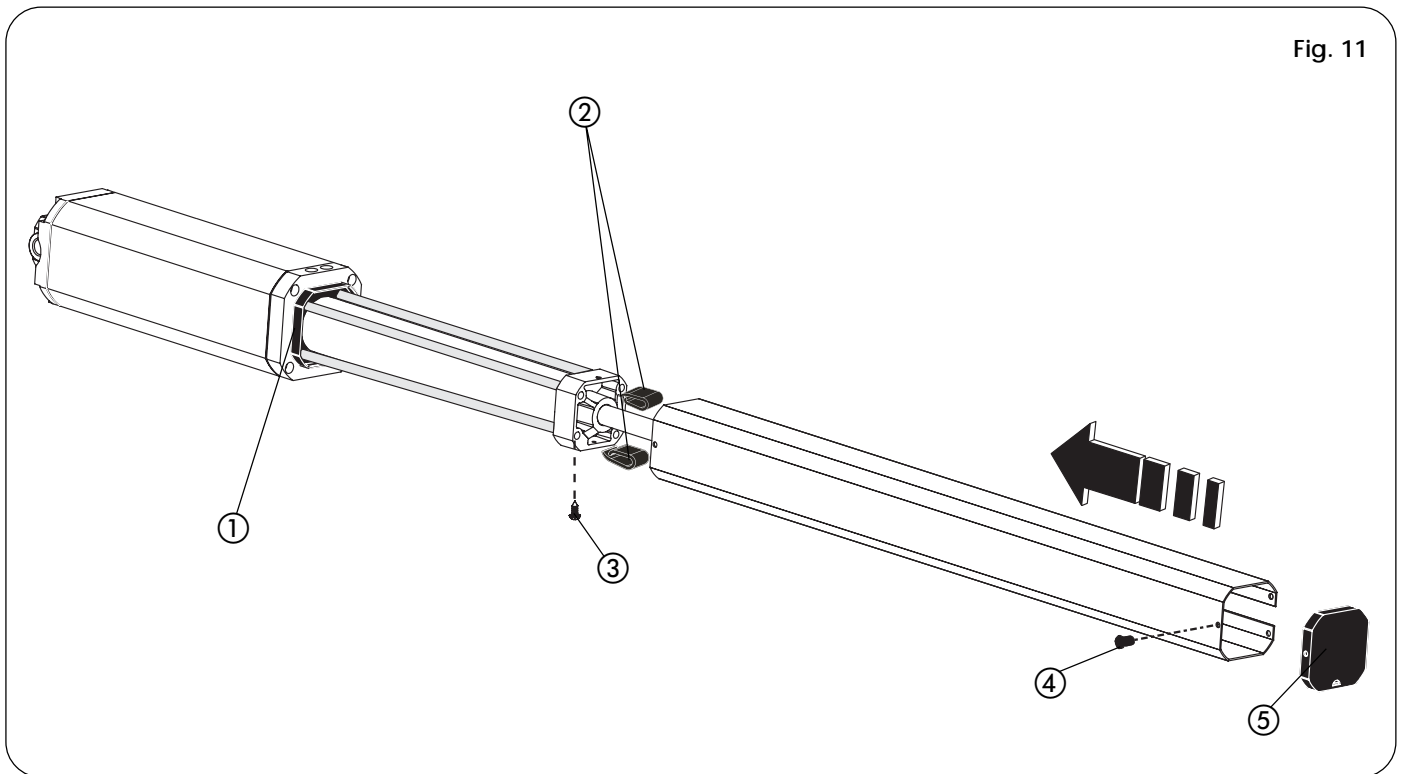
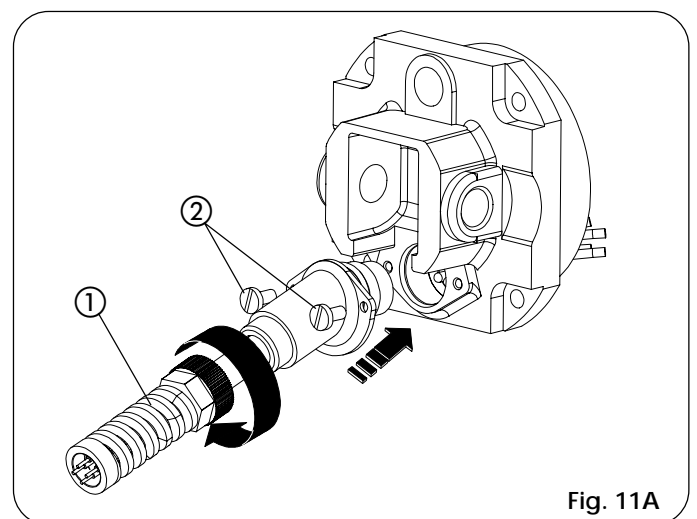

Fig. 11
Fig. 11A
- 11) Disposer le carter de protection et l'appliquer sur l'opérateur d'après la Fig. 11.
- A) Placer les deux entretoises anti-vibratiles ② sur la bride antérieure.
- B) Introduire le carter en le pressant avec force dans le couvercle postérieur ①.
- C) Fixer le carter avec la vis autotaraudeuse ③.
- D) Placer le couvercle antérieur ⑤ sur le carter et bloquer avec le bouchon FIX ④.
- 12) Monter le protège-câble électrique (réf. ①, Fig. 11A).
- Connecter le câble d'alimentation de l'opérateur (Fig. 11A).
- Visser les vis (réf. ②, Fig. 11A).